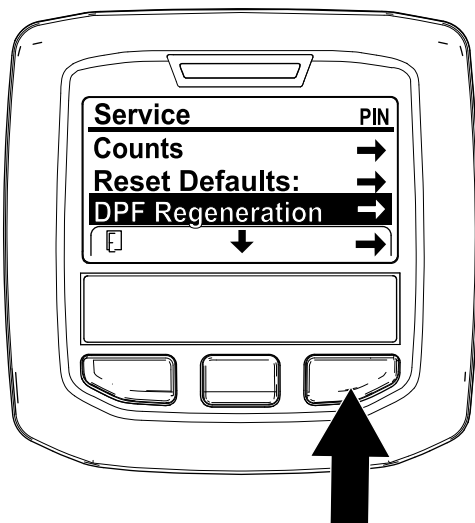

Figura 42
- Accedete al menu Manutenzione (Service) e premete il pulsante centrale per scorrere il menu verso il basso fino all'opzione DPF REGENERATION (Figura 42).
- Premete il pulsante destro per selezionare la voce DPF Regeneration (Figura 42).